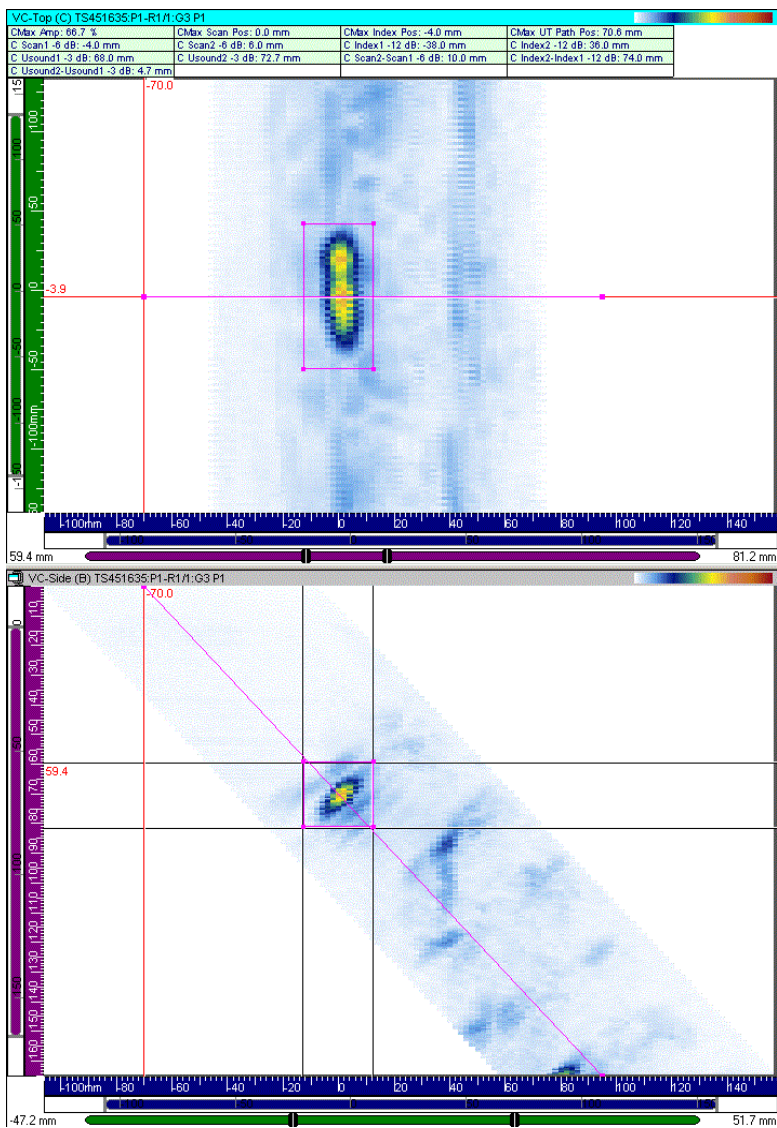

Figure 7-12 Exemples d'évaluation de la taille de l'indication à l'aide de l'outil de zone
5. Créez une zone dans la vue de côté (B) [vue d'extrémité (D)] contenant l'indication considérée.
6. Créez une zone dans la vue de dessus (C) contenant l'indication considérée.
7. La zone dans la vue de côté (B) ou d'extrémité (D) est automatiquement réglée aux limites du sélecteur de porte. En réalité, vous venez de créer une zone volumétrique définie par le périmètre de la vue de dessus (C) et les sélecteurs de porte sur l'axe d'ultrasons (voir la Figure 7-12 à la page 364). Les paramètres de la boîte de dialogue **Groupes d'information** indiquent l'amplitude maximale de l'indication, sa position le long des axes et sa taille sur chaque axe, avec la valeur de chute d'amplitude définie par l'utilisateur.